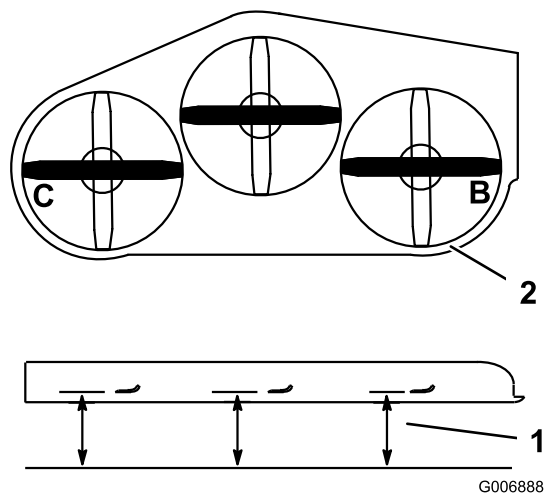

Figure 74
1. Tournez la lame **droite** latéralement (Figure 74).
2. Mesurez la distance au point **B** entre la surface plane et le tranchant de la pointe de la lame droite (Figure 74).
4. Tournez la lame gauche dans le sens transversal (Figure 74).
5. Mesurez la distance au point **C** entre la surface plane et le tranchant de la pointe de la lame gauche (Figure 74).